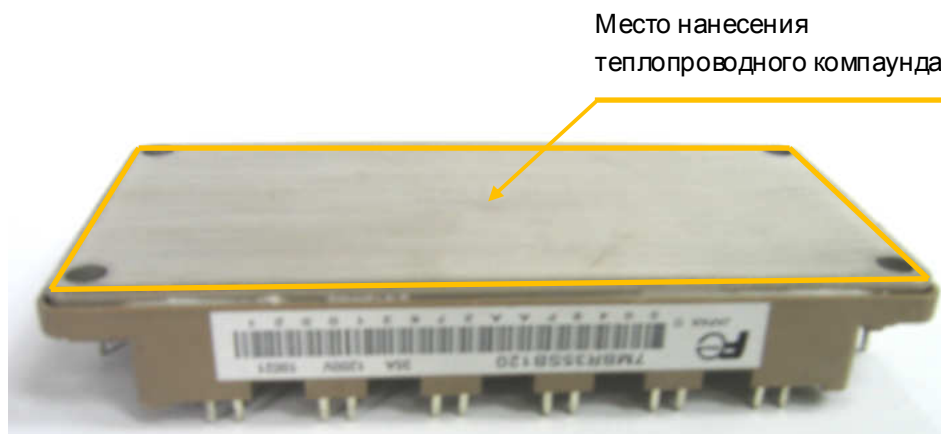

Рис. 7.2
7.2.1. Взять матрицу, протереть основание салфеткой. Нанести шпателем на основание модуля тонкий слой теплопроводного компаунда (пасты). Снять излишки компаунда с кромок основания (рис.7.2).